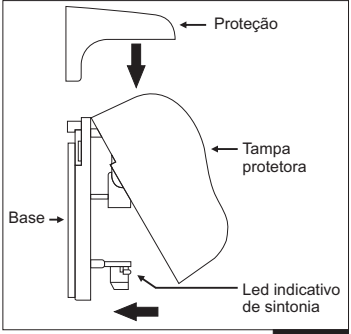

Figura 7
- Verifique se o led indicativo de sintonia localizado na unidade RX está apagado indicando que as unidades estão alinhadas (Figura 7);